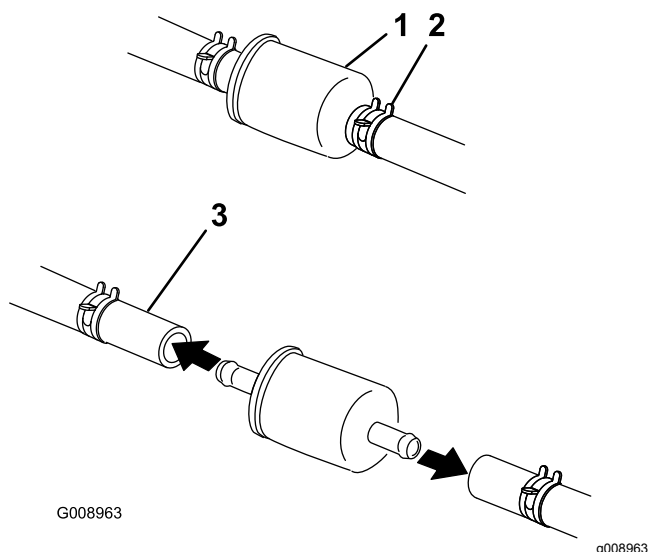

Figure 55
5. Remplacez le filtre à carburant (Figure 55).